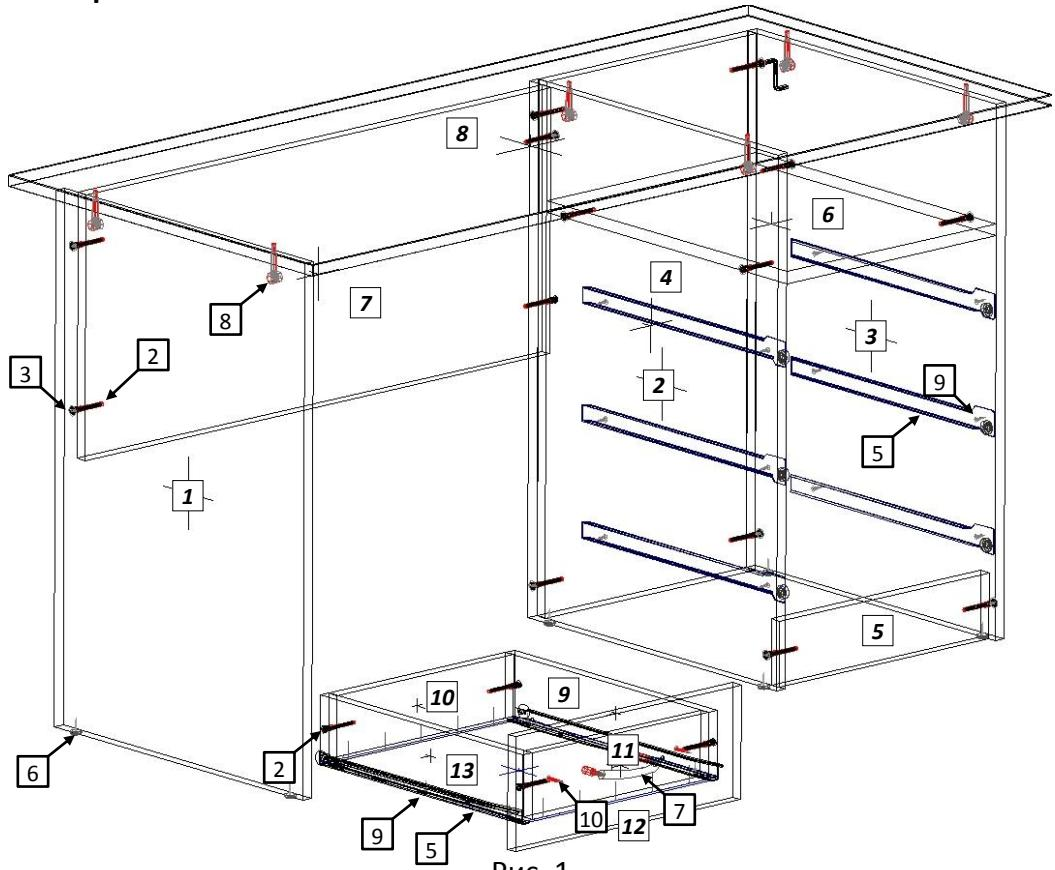

Рис. 1
- 4.3 Евровинтами (2), как показано на рис. 1, соедините боковые стенки стола [1,2,3] с вертик. стенками [4,6] и цоколем [5]. Установите крышку. Затяжка соединения производится путём поворота эксцентриков до упора в направлении стрелки, выштампованной на корпусе стяжки. Закройте головки евровинтов (2) заглушками (3).